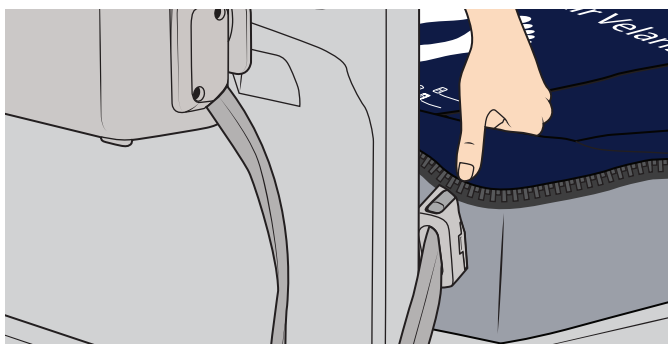

Figura 19
1. Localice el conector dentro de la cavidad del conector, cerca del piecero del colchón. Consulte la Figura 19